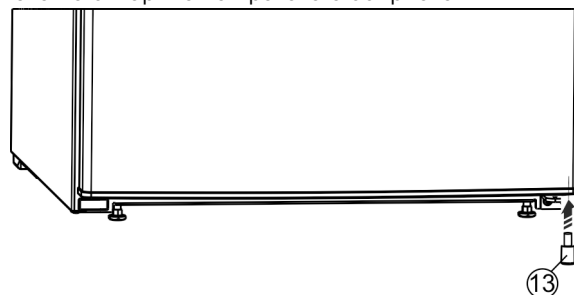

Fig. 24 *
- Поставете отново дистанционния елемент Fig. 24 (13) долу вдясно във вратата, защото това е важно за стабилността на уреда.*